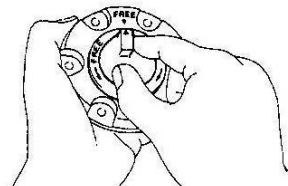

Рис. 4-4.
- временно установите блокиратор в крышку и проверьте, что ручка вращается без заедания (рис. 4-4.);